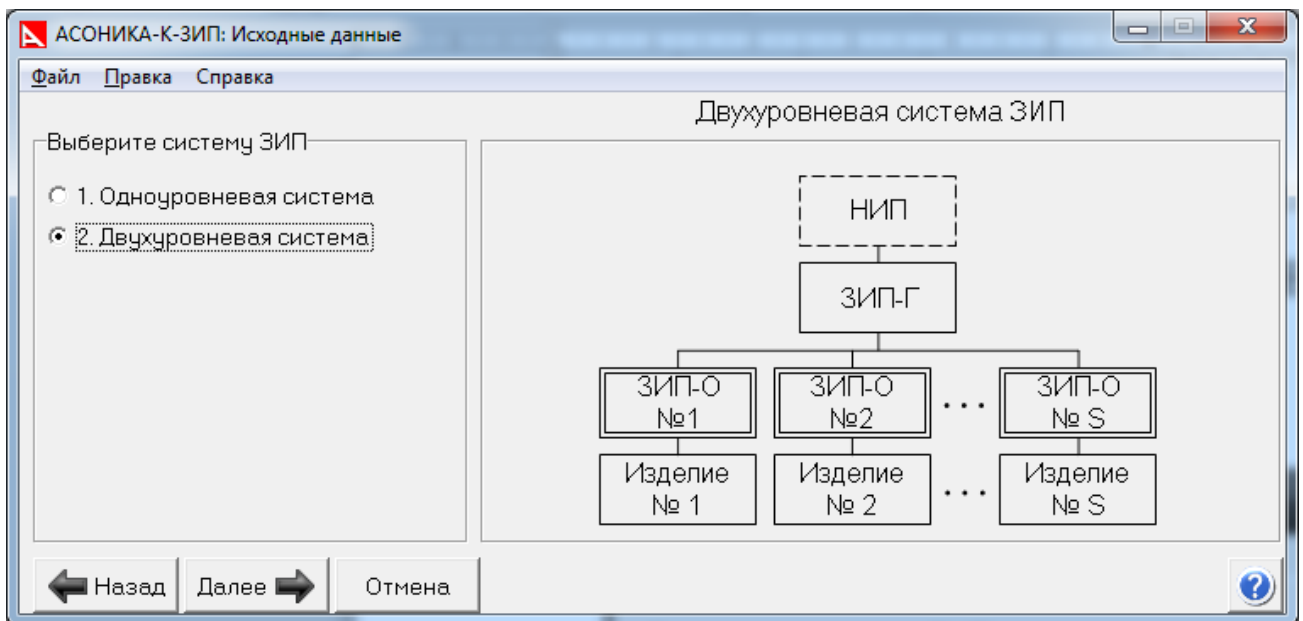

Рис. 3.5. Система АСОНИКА-К-ЗИП: выбор типа системы ЗИП
- В появившемся окне на панели «Выберете систему ЗИП» нажмите кнопку напротив необходимого Вам типа системы ЗИП (см. рис. 3.5).